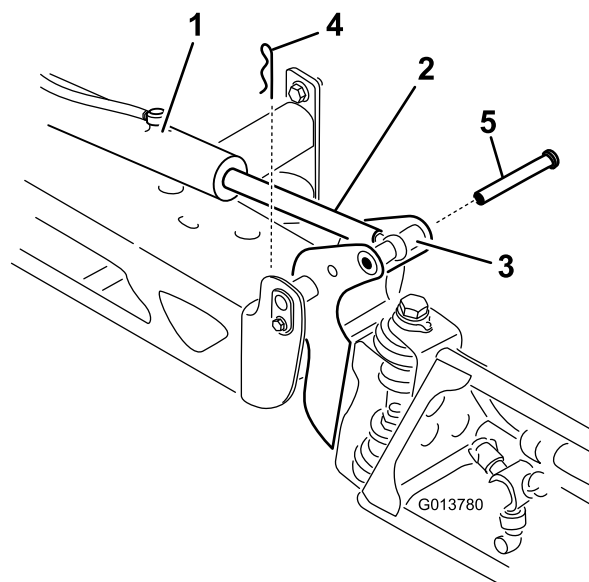

Figura 96
2. Togliete la coppiglia dal perno di articolazione (Figura 96).
3. Sollevate la barra, rimuovete il perno e lentamente abbassate a terra la barra (Figura 96).
8. Tenendo la barra, inserite il perno attraverso il perno della barra e l'asta dell'attuatore (Figura 96).